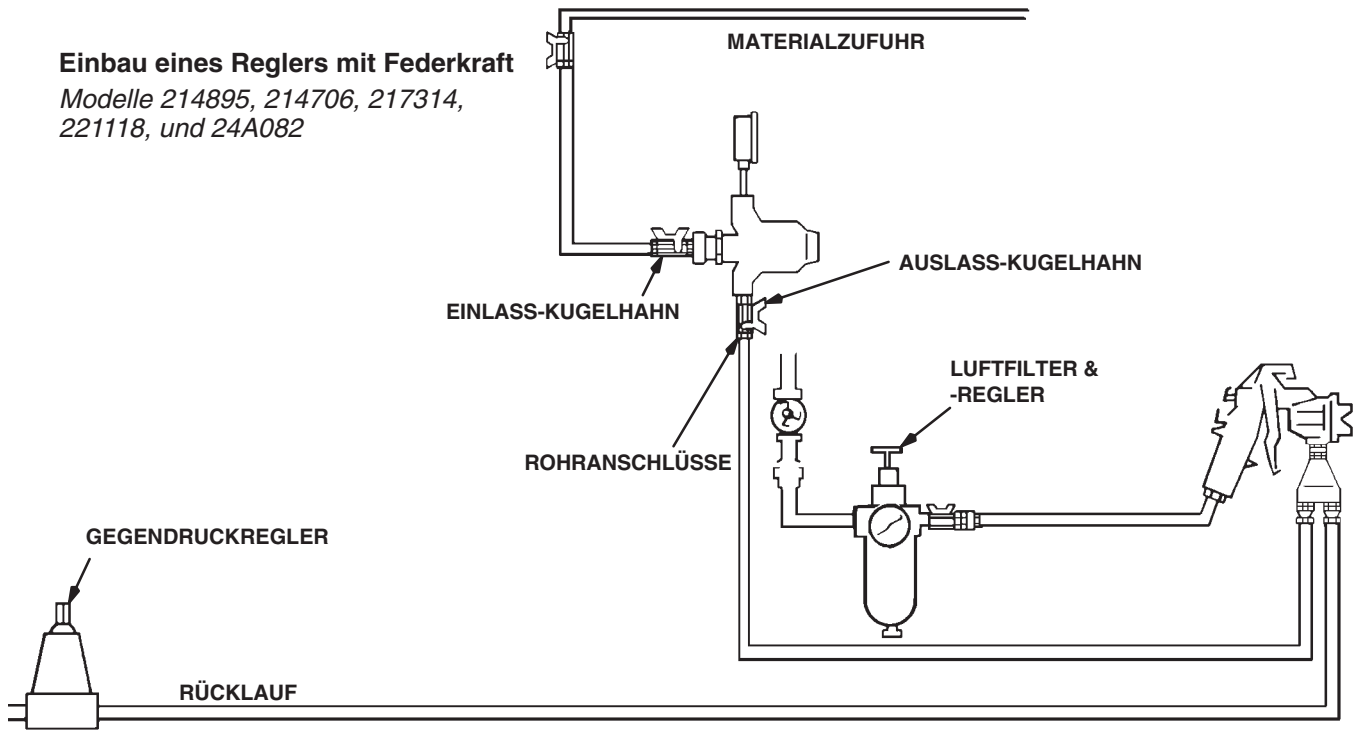

Abb. 1
1. Den temporären Anschluss entfernen und je einen Regler für jede Spritzpistole einbauen. Die **Abmessungen** der Regler sind in der Maßstäblichen Zeichnung auf Seite 21 angegeben. Den Regler gemäß Abb. 1 und 2 an einer senkrechten Stelle einbauen. Dadurch wird der bestmögliche Durchfluss erzielt und eine Pigmentablagerung weitestgehend verhindert. Wird ein Manometer verwendet, muss dieses senkrecht montiert werden. Wird der Regler waagrecht befestigt, muss ein Bogen verwendet werden, damit das Manometer senkrecht angeordnet werden kann.
2. Kugelhahn (B) für den Einlass des Materialreglers schließen. Siehe Abb. 1 und 2.
2. Pumpe starten und den Einlass-Kugelhahn des Materialreglers öffnen, um Material in den Regler einzulassen. Siehe Abb. 1.